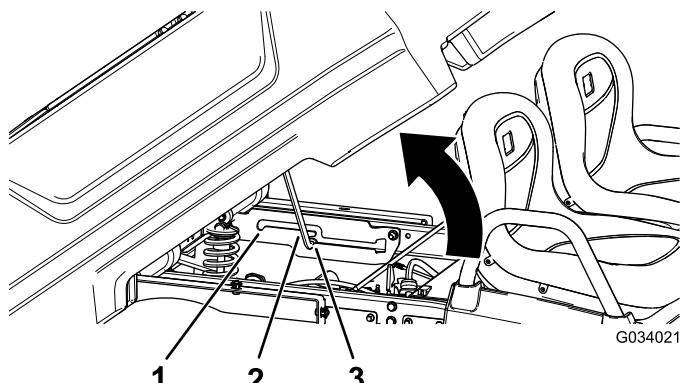

Bild 8
- Ziehen Sie die Stützstange in den Arretierungsschlitz für die Entleeren-Stellung und sichern Sie die Ladepritsche für das Entleeren (Bild 8).